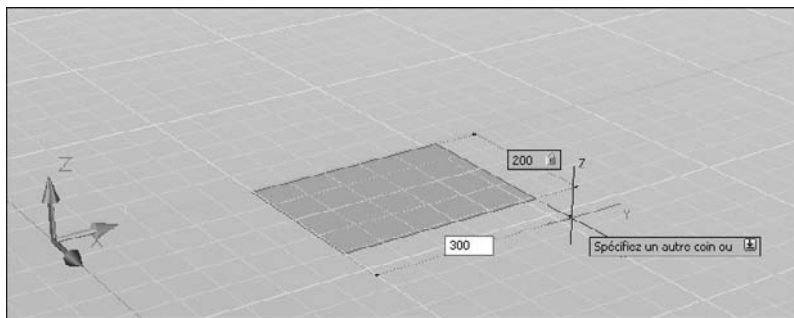

Fig.17.11
- 9 Entrez la largeur en tapant la dimension. Par exemple : 300 (fig.17.11).